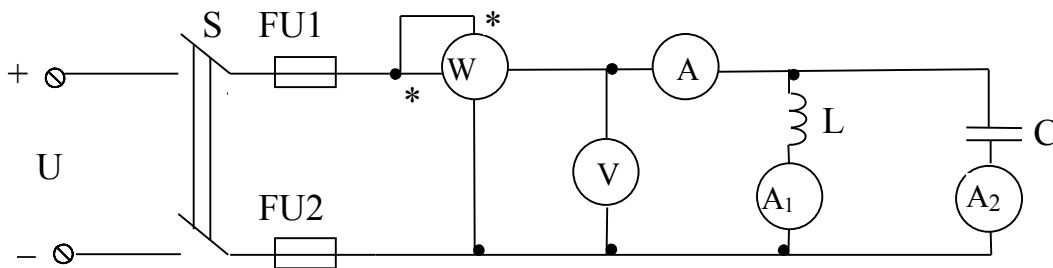

Рисунок 1 Схема параллельного соединения катушки индуктивности и конденсатора
2. Собрать электрическую цепь (рис.1) и показать ее преподавателю.